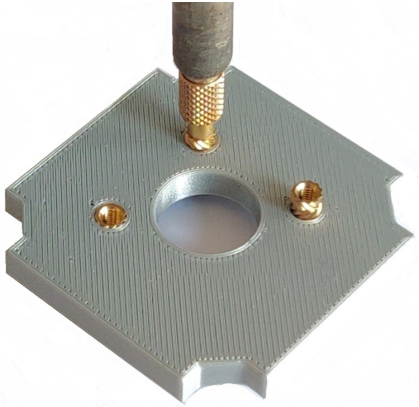

Abb. 5: Einschmelzen der Gewindeeinsätze
- (4) Montieren Sie ggf. die Spitze zum Einschmelzen der Gewindeeinsätze am Lötkolben und heizen Sie den Lötkolben auf 220°C.
- (5) Platzieren Sie die **GEWINDEEINSÄTZE, M3** in den vorgesehenen Öffnungen des **10A\_Si\_V\*\_INSERT 90°** (Abbildung 5).
- (6) Schmelzen Sie die Gewindeeinsätze mit dem Lötkolben vorsichtig in den 90°-Einsatz, sodass die Gewindeeinsätze bündig mit der Oberfläche sind. Achten Sie darauf die Einsätze möglichst senkrecht einzuschmelzen (Abbildung 5).